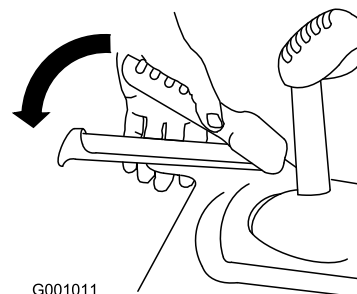

Figura 27
1. Per innestare la trazione, premete la leva sinistra (della trazione) contro l'impugnatura (Figura 27).